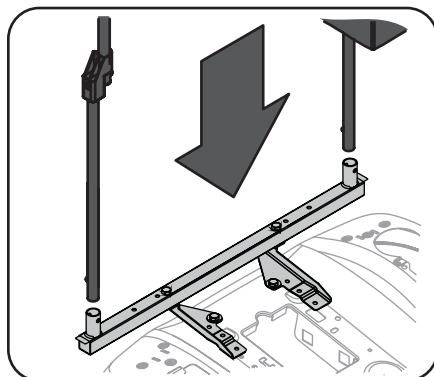

Figura 3-15
1. Deslice las varas verticales de la base de la sombrilla al soporte montado en el tractor. Consulte la Figura 3-15.